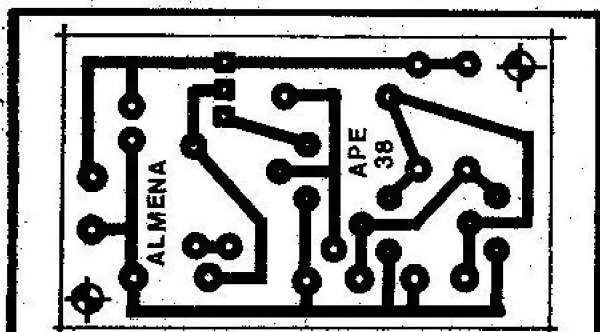

Fig.2
- FIG. 2 - LAY OUT DO CIRCUITO IMPRESSO ESPECÍFICO - A plaquinha é - como já dissémos - simples e pequena, incapaz de "assustar" mesmo o iniciante que nunca antes tenha realizado um Circuito Impresso (está mais do que na hora de "começar", não é...?). O desenho, em tamanho natural, pode ser "carbonado" diretamente sobre a face cobreada de uma placa "virgem" de fenolite, a seguir processada pelos métodos tradicionais (traçagem com tinta ou decalque ácido-resistentes, corrosão, furação e limpeza...). Quem optar pela aquisição do ALMENA em KIT (ver ANÚNCIO em outra parte da presente Revista...) poderá "fugir" dessa parte mais "chata" da montagem, uma vez que receberá a placa prontinha... Em qualquer dos casos, lembramos: o Hobbysta "começante" deve ler com atenção as INSTRUÇÕES GERAIS PARA AS MONTAGENS, que estão permanentemente "enfiaadas" lá no começo de A.P.E. (perto da História em Quadrinhos...), para um perfeito aproveitamento das inerentes vantagens dos Circuitos Impressos.